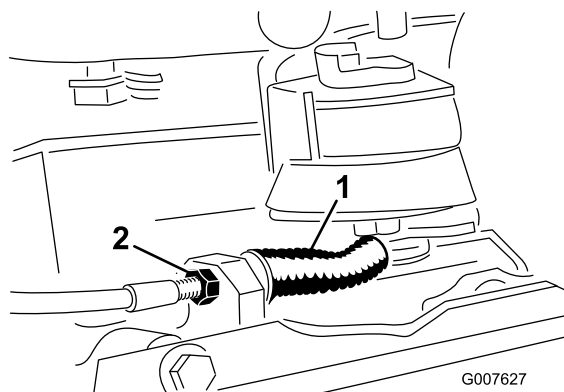

Figura 40
- Per ridurre la tensione del cavo, allentate il controdado del cavo anteriore e serrate il controdado posteriore (Figura 40). Ripetete i passaggi 1 e 2 e regolate la tensione se necessario.
- Per aumentare la tensione del cavo, serrate il controdado del cavo anteriore e allentate il controdado posteriore (Figura 40). Ripetete i passaggi 1 e 2 e regolate la tensione se necessario.